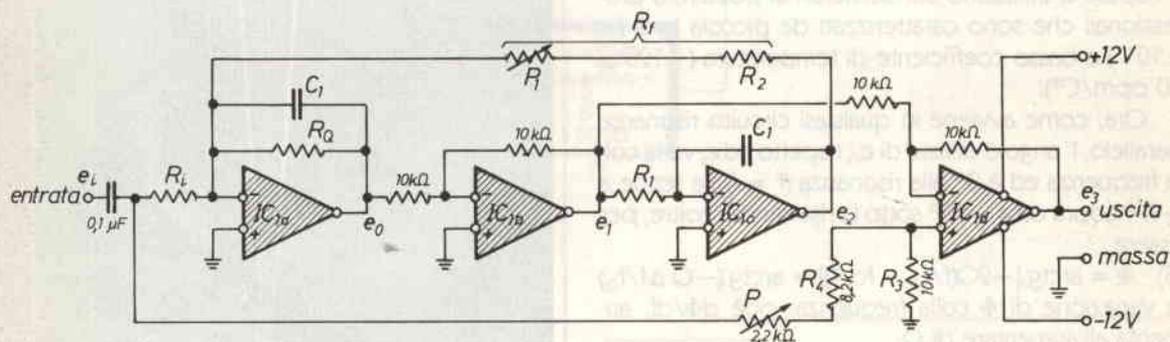

figura 1 - Schema elettrico di filtro notch. IC1a, IC1b, IC1c formano un filtro biquadratico; IC1d è un amplificatore sommatore.
circuito di figura 1 che consente di ridurre al massimo la larghezza del notch senza che, perciò, si manifesti instabilità. Detto sistema è costituito, in effetti, da due distinti dispositivi: un filtro selettivo ed un amplificatore sommatore. Il primo, formato da IC1a, IC1b ed IC1c, è un filtro biquadratico (5) che si comporta come un vero e proprio circuito risonante in parallelo.
Per ottenere il «notch» (figura 1), al filtro biquadratico è fatto seguire l'amplificatore operazionale sommatore IC1d. Al suo ingresso (-) viene applicato  $e_o$  invertito da IC1b; all'ingresso (+) arriva invece il se-
Si desidera realizzare, secondo il circuito di figura 1, un filtro notch a guadagno unitario, centrato su 1500 Hz con una larghezza di notch di 100 Hz a  $-3$  dB.